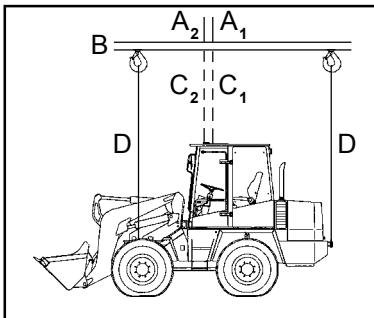

Bild 7-4
- Der Aufnahmepunkt ((7-4/A₁ - Gerät ohne Standardschaufel) bzw. (7-4/A₂ - Gerät mit Standardschaufel)) des Tragmittels (7-4/B) muß genau senkrecht über dem Schwerpunkt (7-4/C₁ bzw. 7-4/C₂) des Gerätes liegen (siehe Bild 7-4), damit sich das Lastaufnahmemittel **waagerecht** über der Längsmittelachse des Gerätes befindet.
- Le point de levage (7-4/A1 sans le godet standard et 7-4/A2 avec le godet standard) du moyen de levage (7-4/B) doit être exactement à la verticale du centre de gravité (7-4/C1 resp. 7-4/C2) de la machine (voir figure 7-4), de manière à ce que le moyen de levage soit **horizontal** et parallèle à l'axe longitudinal de la machine.
- The lifting point ((7-4/A1 - loader without standard bucket) or (7-4/A2 - loader with standard bucket)) of the lifting device (7-4/B) must be located vertically and directly above the center of gravity (7-4/C1 or 7-4/C2) of the loader (see fig. 7-4) so that the lifting device is located **horizontally** above the longitudinal axis of the loader.